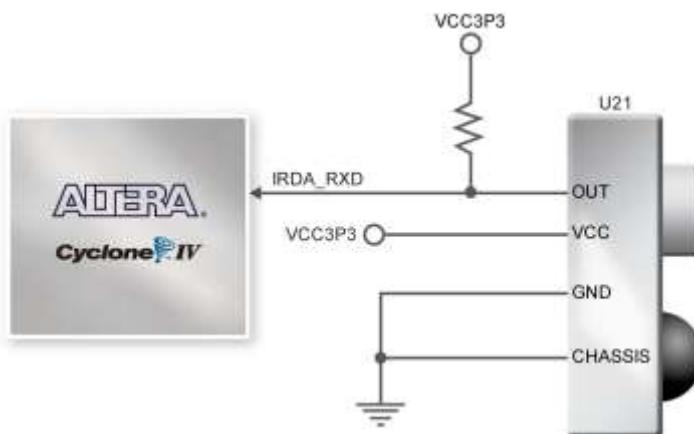

图 4-32 FPGA 与 IR 间连接示意图
DE2-115 开发板配备有一个红外接收 (IR) 模组 (型号: IRM-V538N7/TR1), 相关的电路图可以在 DE2-115 系统光盘里面的 DE2_115_datasheet\IR_Receiver 目录下找到。需要注意的是, 这个一体化接收模组, 仅兼容 38kHz 载波脉宽调制模式。附带的使用 uPD6121G 芯片编码的遥控器可以产生与接收器匹配的调制信号。图 4-32 给出了 IR 相关的电路图, 相关引脚配置信息可以在表 4-26 中找到。